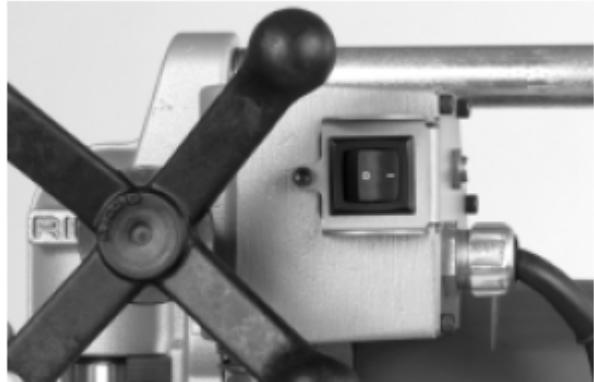

图20 — HC-300 ON/OFF开关
1. HC-300的启动在进给手轮后部有一个ON/OFF开关，通过按下它可以启动机器。（见图20）。